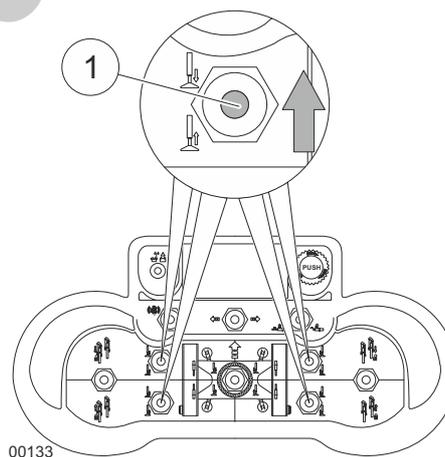

Fig. 153 Extensión de los cilindros de estabilizadores utilizando el control remoto por radio
- 6 Presione hacia arriba la palanca (1, Fig. 153) en el control remoto por radio hasta que los cilindros de estabilizadores se extiendan dentro de las bases de los estabilizadores.